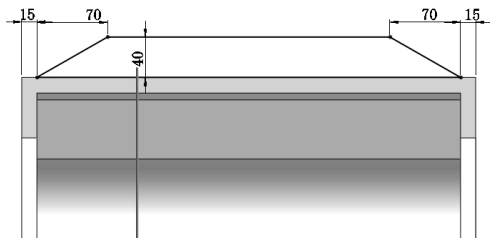

图 4-55 绘制并标注放样草图 1
**14** 绘制放样草图 1。在视图中用鼠标选择图 4-54 所示的面 1 作为绘制图形的基准面。单击“草图”控制面板中的“直线”按钮，绘制并标注草图如图 4-55 所示。